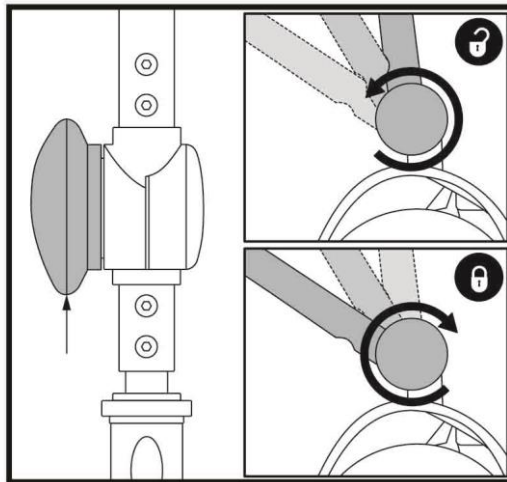

Figura 5. Rueda de ajuste del manillar
1. Mientras sujeta el manillar, gire la rueda de ajuste del manillar en sentido contrario a las agujas del reloj para aflojar el manillar. (Ver la figura 5).